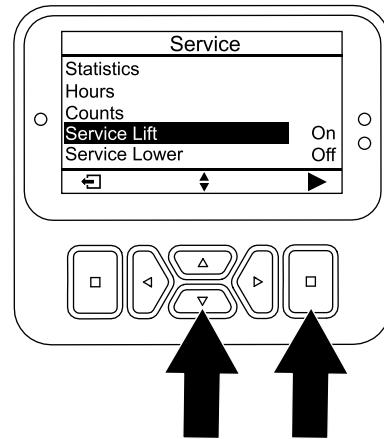

図 120
- サービスリフトオプションが選択されるまで下ボタンを押し、次に選択ボタンを押す (図 120)。